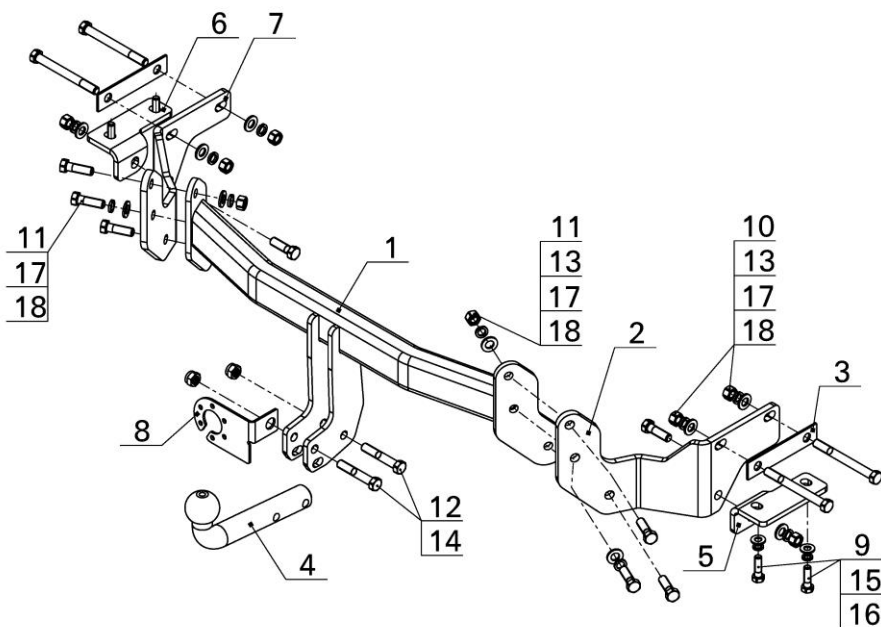

Рис.1.
- Установить ТСУ (рис.1) на автомобиль, используя крепежные элементы (поз.11,13,17,18);